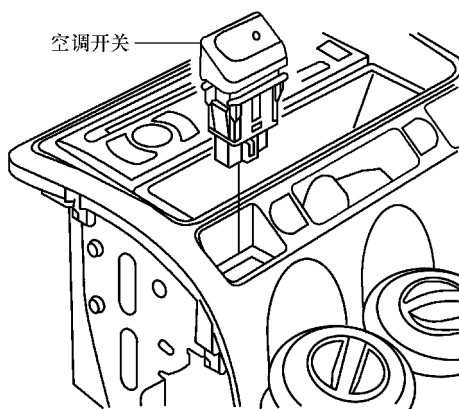

图 10-27 拉出空调开关
1) 首先按如下方法拆下空调开关: ①拆下中央面板; ②从加热器控制面板拉出空调开关, 如图 10-27 所示。